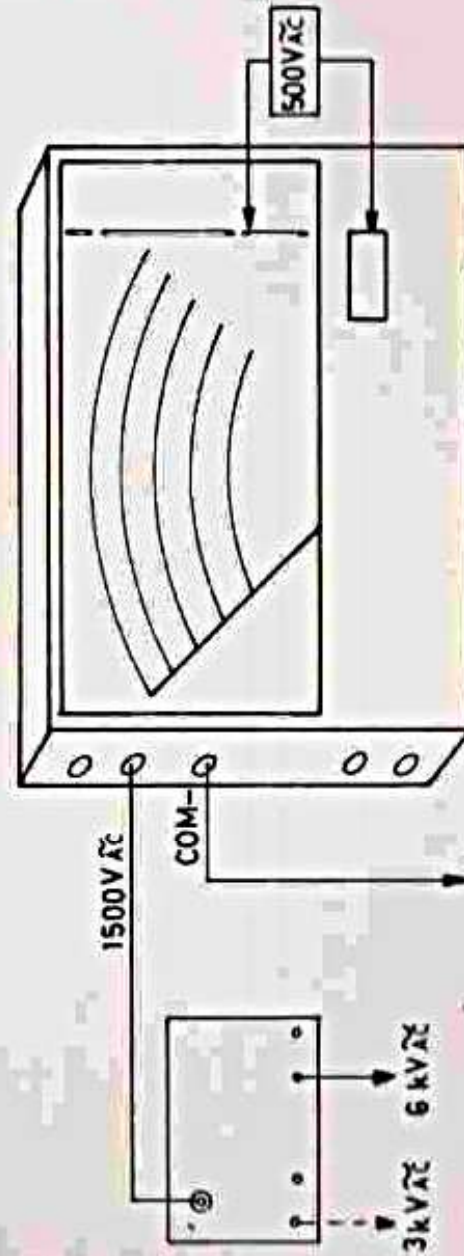

Fig. 17
- Effectuer le branchement conformément à la fig. 17, 6 KV ou 3 KV selon le cas.